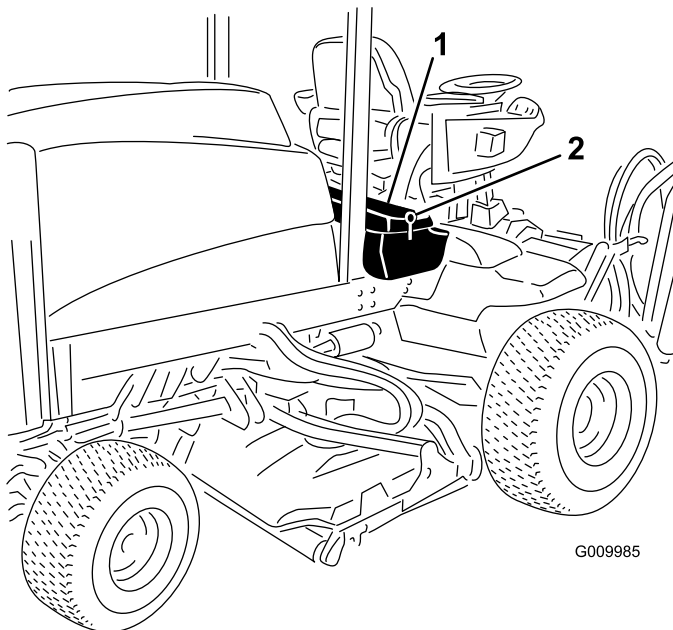

Figura 6
1. Sbloccate e sollevate il coperchio della scatola della batteria (Figura 6).